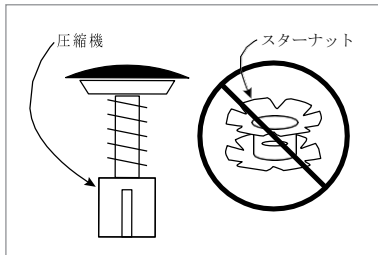

図 9
**▲警告:** カーボン製のステアチューブフォークには決してスターナットを使わないでください (図 9)。カーボン製ステアラー向けに設計された圧縮機を使用してください。